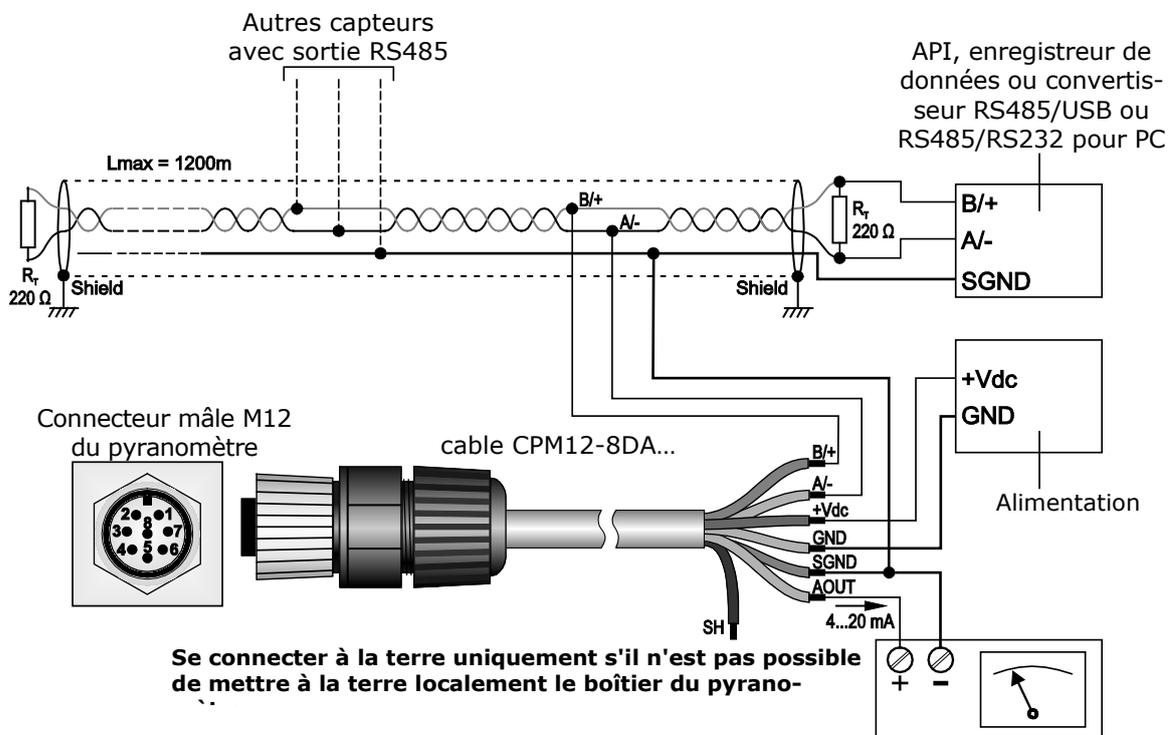

Fig. 4.6 : Connexions LPPYRA02ACS[4]
- Une sortie 4...20 mA, nécessitant une alimentation externe 10...30 Vdc. Il doit être connecté à une alimentation et à un instrument avec une entrée 4...20 mA comme indiqué sur la fig. 4.6. La résistance de charge de l'instrument lisant le signal doit être
- Une sortie RS485 Modbus-RTU, nécessitant une alimentation externe 5...30 Vdc. Il est à connecter à une alimentation et à un automate, un enregistreur de données ou un convertisseur RS485/USB ou RS485/RS232 pour PC comme indiqué sur la fig. 4.6. La sortie RS485 n'est pas isolée.